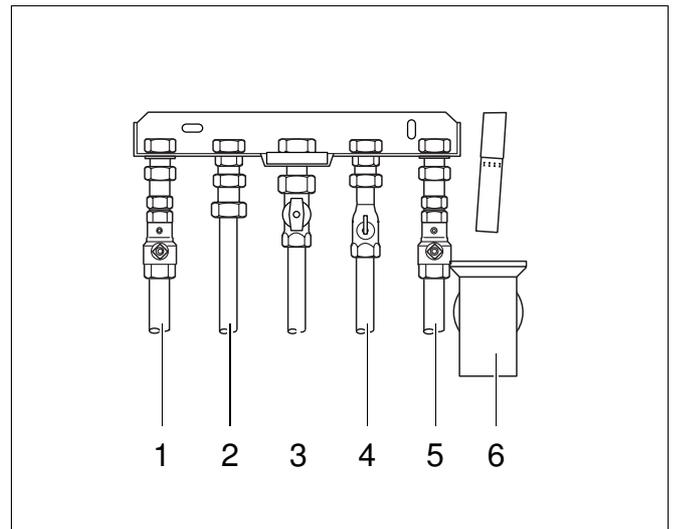
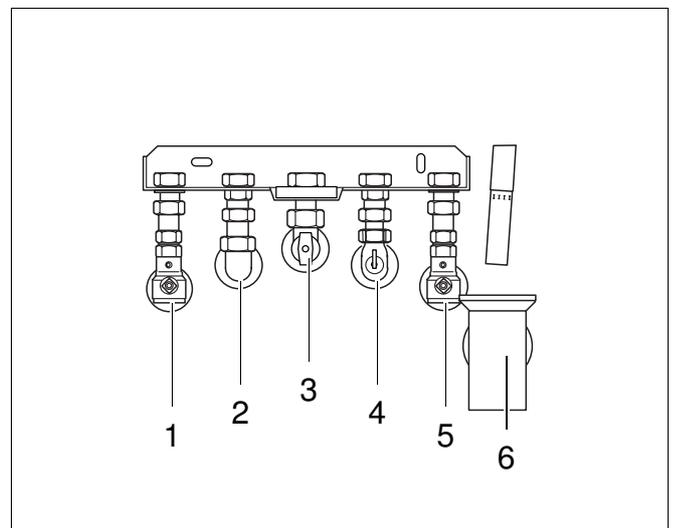

Abb. 2 Rohranschlüsse Überputzmontage
Abb. 3 Rohranschlüsse Unterputzmontage
- Rohre spannungsfrei anschließen (Abb. 2 und 3).
- Rohr spannungsfrei anschließen (Abb. 2 und 3).
Legende für Abb. 2 und Abb. 3: Rohranschlüsse